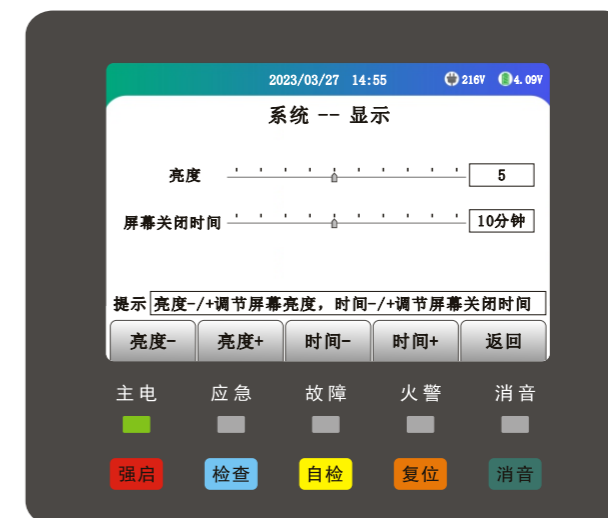

图7.2.4
(3)、点击【亮度设置】进入显示设置界面（如图7.2.4）。